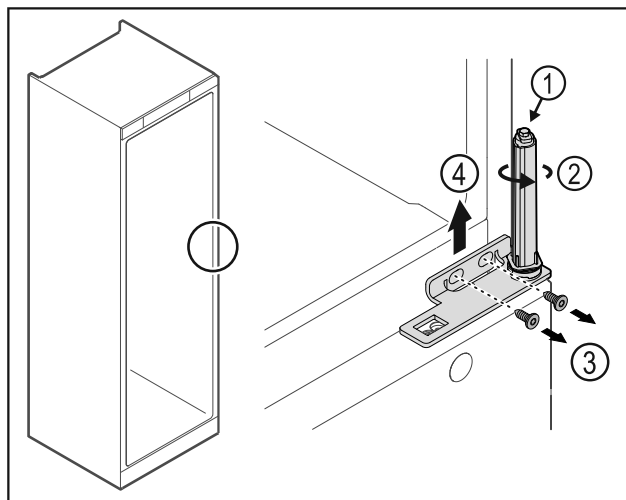

Fig. 26
- ▶ Ne szedje szét az ajtó zárrendszert Fig. 26 (1).
- ▶ Forgassa el a zárrendszert Fig. 26 (2), amíg az be nem kattann.
- ▶ Oldja ki a csavarokat Fig. 26 (3), majd felfelé vegye le a csuklópántot Fig. 26 (4).